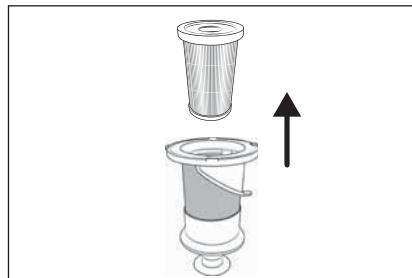

Abb. 24
- Entnehmen Sie den EPA-Filter 5 aus dem Edelstahlfilter 6, indem Sie in die Öffnung des EPA-Filters 5 greifen und diesen aus dem Edelstahlfilter 6 herausziehen (siehe Abb. 24).